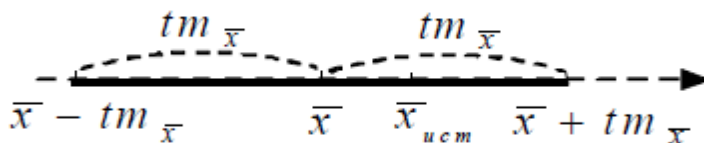

Рис.1
5. Рассчитывается полуширина доверительного интервала  $t \cdot m_{\bar{x}}$ , которая в обе стороны откладывается от среднего арифметического значения (на рис.1 доверительный интервал выделен жирной линией).
При заданной надежности  $\beta$  полуширина доверительного интервала ограничивает сверху абсолютное значение разности среднего и истинного значений (рис. 1). Поэтому **абсолютная случайная погрешность — это полуширина доверительного интервала:**